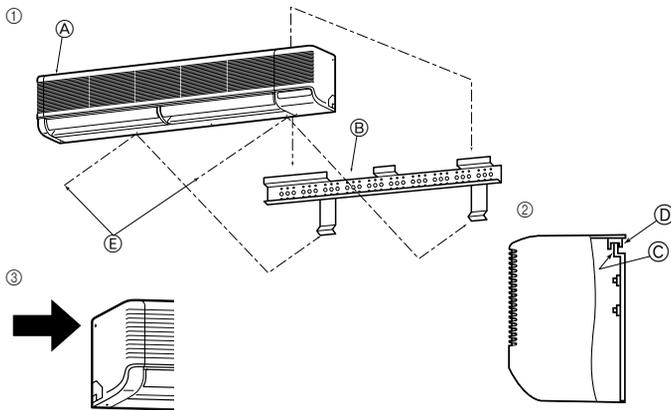

Fig. 3-11
3.4. Montage de l'appareil intérieur (Fig. 3-11)